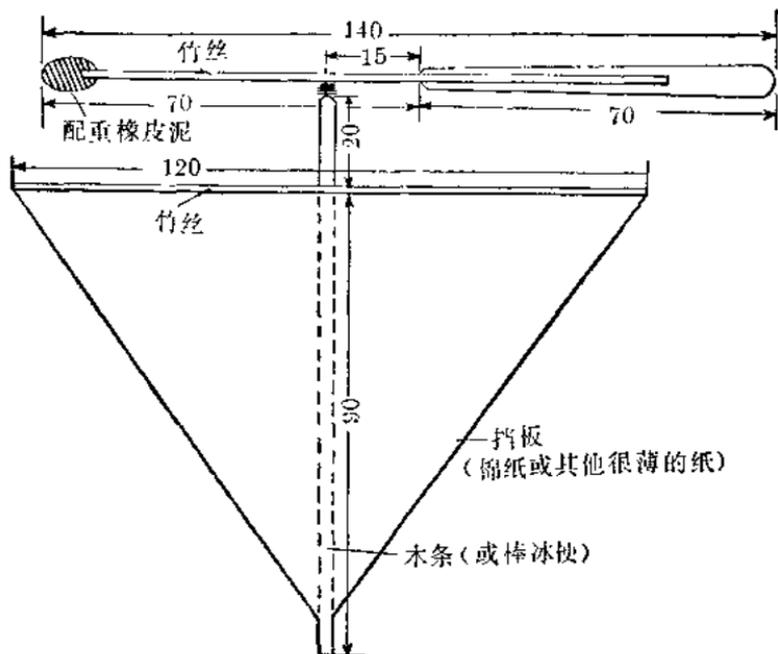

图 3
3. 挡板:把竹丝按图3所示的位置扎在机身上。在这竹丝的两端扎上两根细线,把这两根细线的另一端都扎在机身上,成一∇形。在竹丝和细线上都涂上胶水,将棉纸粘在上面,晾干后沿棉线和竹丝剪成一∇形挡板(图3)。